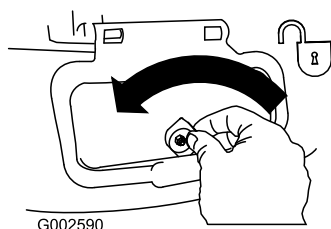

Figura 28
1. Sbloccate lo sportello di scarico laterale (Figura 28).